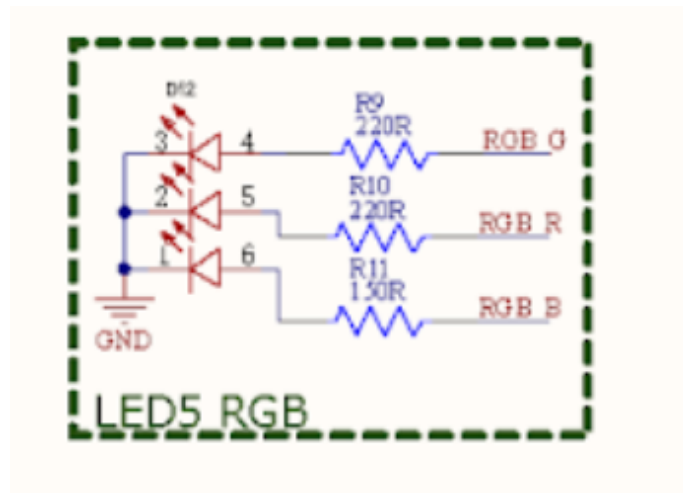

Figura 1: Circuito do LED RGB com resistores.
**Resposta:** O circuito básico do LED RGB está ilustrado na Figura 1.